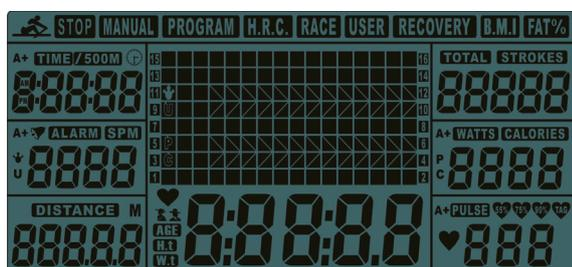

Abb. 1
1. Legen Sie zwei AA Batterien ein. Ein Signal von 2 Sekunden ertönt. Währenddessen erfolgt ein Segmenttest (Abb. 1).